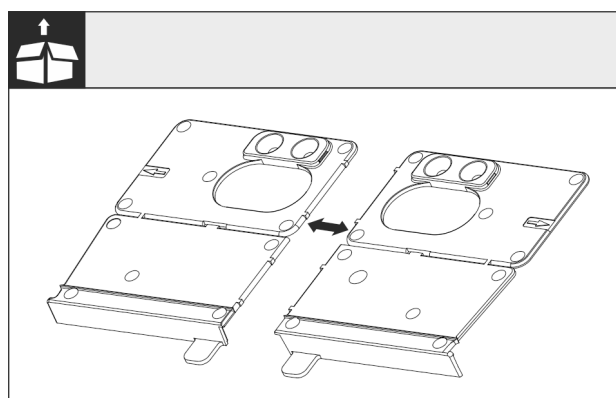

Fig. 27
- ▶ Отделите дно монтажного угла Fig. 27 0 на перфорации.